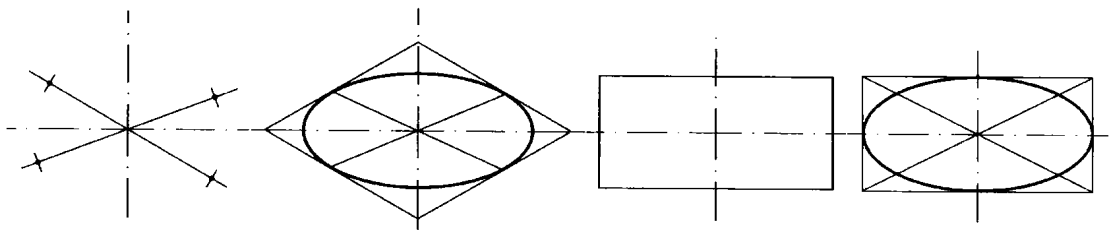

图 1-15 椭圆的画法
② 画椭圆时,可利用圆弧与菱形、长方形相切的特点绘制,与圆的徒手画法相似,基本方法如图 1-15 所示。